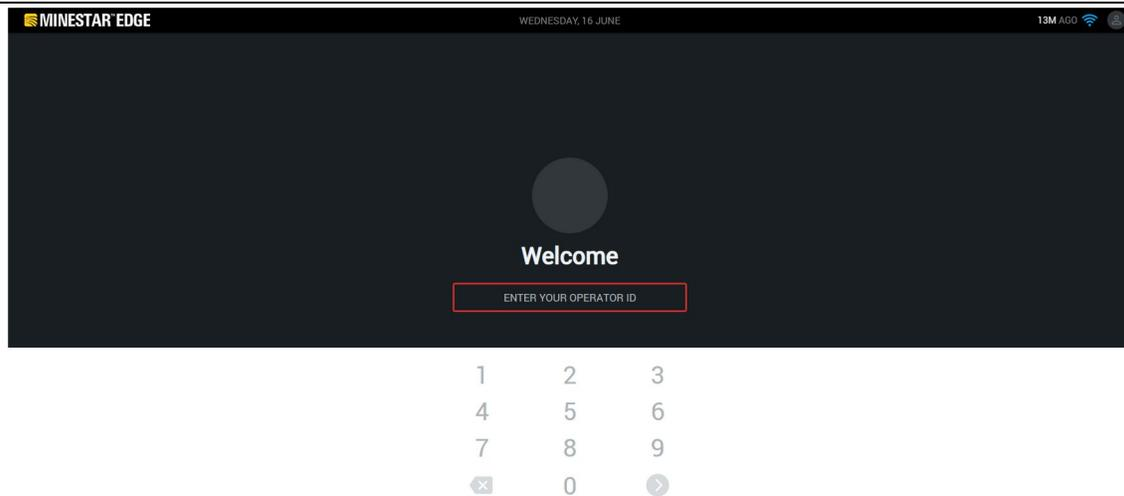

Ilustración 4
- Haga clic e introduzca la identificación del operador mediante el teclado emergente, como se muestra en la ilustración 4 .